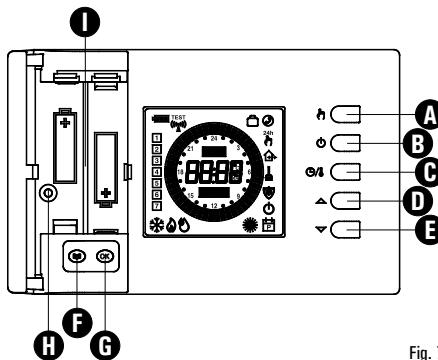

Fig. 7
- Insérer les batteries dans le logement des batteries (I de la Fig. 7) ; voir le paragraphe 'INSERTION/REEMPLACEMENT DES BATTERIES' .